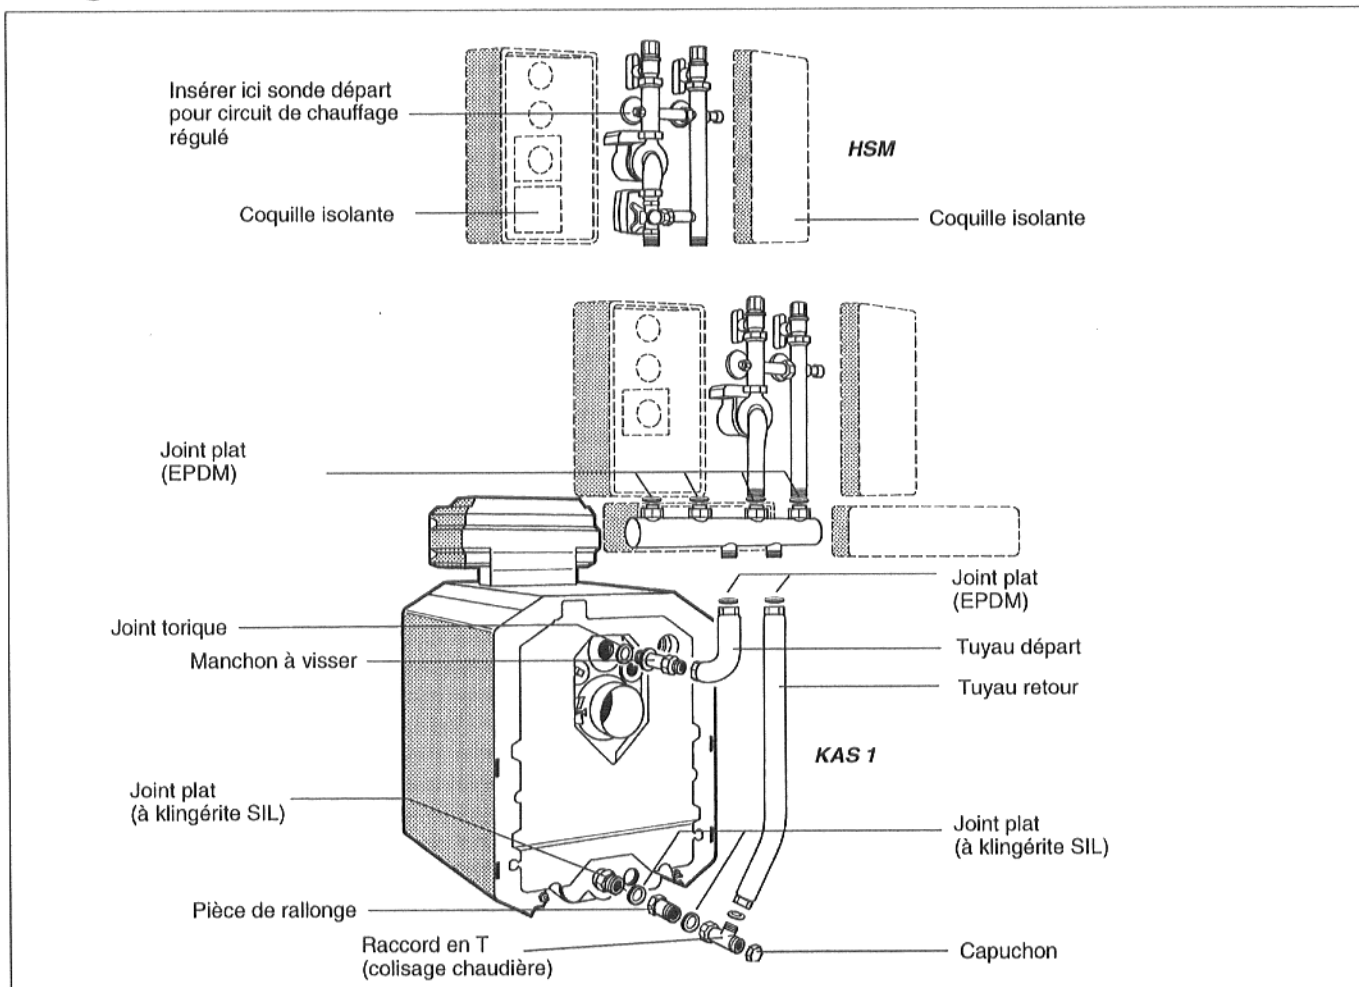

Fig. 3 Kit de raccordement chaudière avec répartiteur du circuit de chauffage, kit circuit de chauffage avec / sans vanne mélangeuse sur la chaudière G 115
- Visser le manchon à visser avec le joint torique dans le départ chaudière (Fig. 3).
- Sur le côté court du tuyau départ, mettre un joint plat dans l'écrou raccord. Visser légèrement le tuyau départ avec le manchon à visser (Fig. 3).
- Aligner le côté long du tuyau départ à la verticale, serrer fermement le raccord-union entre le manchon à visser et le tuyau départ (Fig. 3).
- Placer le joint plat dans le raccord-union entre la pièce de rallonge et la pièce d'alimentation dans le retour chaudière et serrer le raccord-union (Fig. 3).
- Mettre le joint plat dans le raccord-union du raccord en T et visser légèrement le raccord en T sur la pièce de rallonge (Fig. 3).
- Rattacher le tuyau retour, avec le côté court vers le bas, à la sortie latérale du raccord en T, placer le joint plat, aligner et serrer le raccord-union (Fig. 3).
- Aligner le côté long du tuyau retour à la verticale et serrer le raccord-union entre la pièce de rallonge et le raccord en T (Fig. 3).
- Visser le répartiteur du circuit de chauffage uniquement conformément à Fig. 3 avec le kit de raccordement chaudière (KAS 1). Si le répartiteur du circuit de chauffage n'est pas raccordé conformément à Fig. 3, il ne peut fonctionner, puisque le départ et le retour permutent.
3.3 Kit circuit de chauffage sans (HS) / avec vanne mélangeuse (HSM)
- Placer le kit circuit de chauffage sans vanne mélangeuse (HS) ou avec (HSM) sur le répartiteur du circuit de chauffage conformément à Fig. 3, serrer les raccord-uns et vérifier l'étanchéité.
- Faire glisser les coquilles isolantes des deux côtés sur le kit circuit de chauffage correspondant et le répartiteur du circuit de chauffage selon Fig. 3.